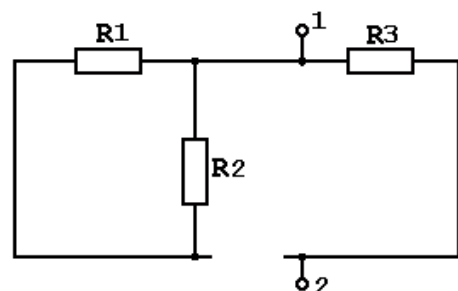

Рисунок1.65
2.1. Находим R_3 . Для этого из схемы (см. рисунок 1.42) исключаем все источники ЭДС (E_1 и E_3) и тока (J_2), элемент R_4 и определяем R_3 относительно узлов 1-2, к которым был подсоединен элемент R_4 (Рисунок 1.65). Элементы R_1 и R_2 на величину R_3 не влияют, так как из-за разрыва ветви, содержащей источник J_2 , не соединяются с узлом 2, следовательно, $R_3 = R_3 = 150 \text{ Ом}$.